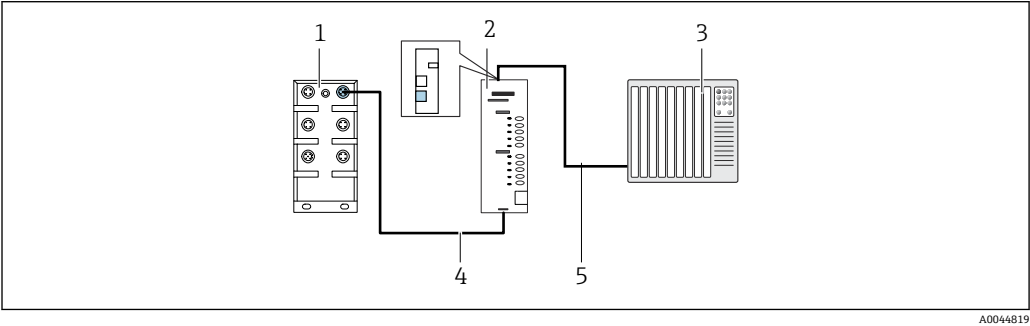

图 1 通信连接
- 1. 连接 Modbus TCP 接口与网关底部。→ 图 1, 图 8
- 1. 连接 Ethernet/IP 接口与网关顶部。→ 图 1, 图 8